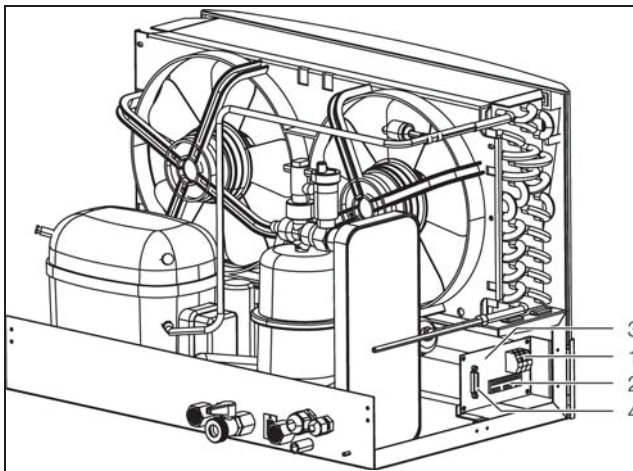
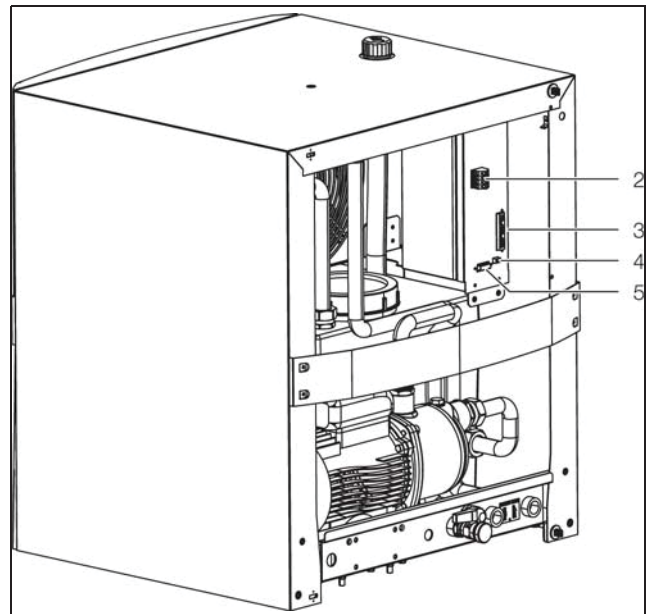
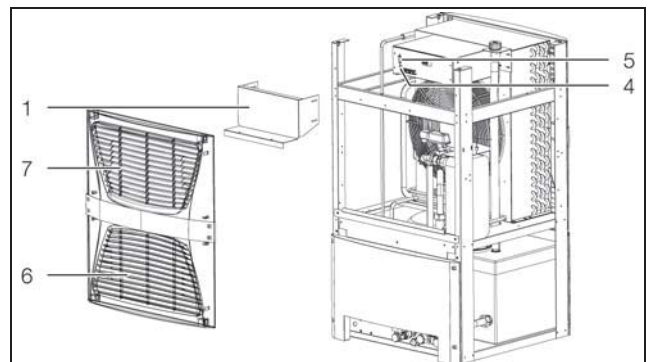

Fig. 41 : Raccordement SPS (3318.600, 3318.610 et 3319.600, 3319.610)
Fig. 43 : Raccordement SPS (3320.600 et 3334.600)
Fig. 44 : Raccordement SPS (3334.660)
- Raccorder le câble à la prise Sub-D 15 pôles (fig. 41, pos. 4).
- Raccorder le câble à la prise Sub-D 15 pôles (fig. 43, pos. 5).
- Ôter les grilles à lamelles (fig. 44, pos. 6 et 7) de la partie arrière du refroidisseur d'eau.
- Raccorder le câble à la prise Sub-D 15 pôles (fig. 44, pos. 5).
- Raccorder le câble de raccordement de l'armoire électrique au contact d'alimentation B5 (fig. 41, pos. 3, fig. 43, pos. 4 ou fig. 44, pos. 4).